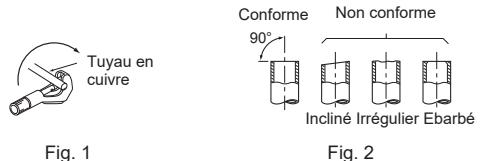

Fig. 1
- 1) Retirez le couvercle du boîtier électrique (1).
- 3) Fixez le tube de canalisation sur la plaque de conduit à l'aide du contre-écrou. Le câble de connexion  $\odot$  de l'unité interne/externe qui apparaît à l'intérieur du tube de canalisation doit être inférieur à 7/8 in. (23 mm). (Fig. 1)
- 1) Coupez correctement le tuyau en cuivre avec un coupe-tuyaux. (Fig. 1, 2)